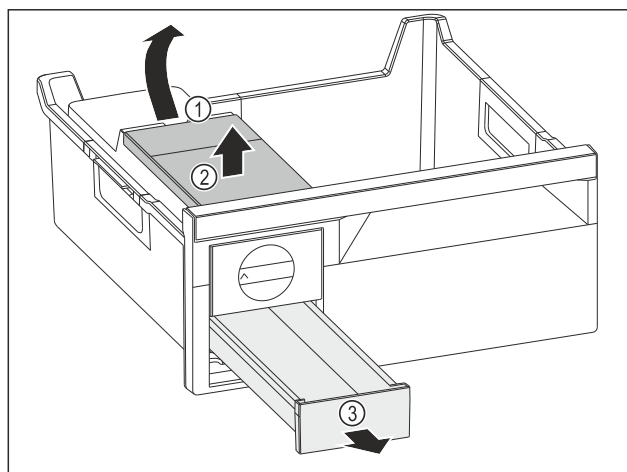

Fig. 135
- Veepaagi väljavõtmine: Tõstke veepaak väljalõikest Fig. 135 (1) üles.
- Võtke veepaak Fig. 135 (2) ülespoole välja.
- Võtke jääkuubikusahtel Fig. 135 (3) ettepoole välja.